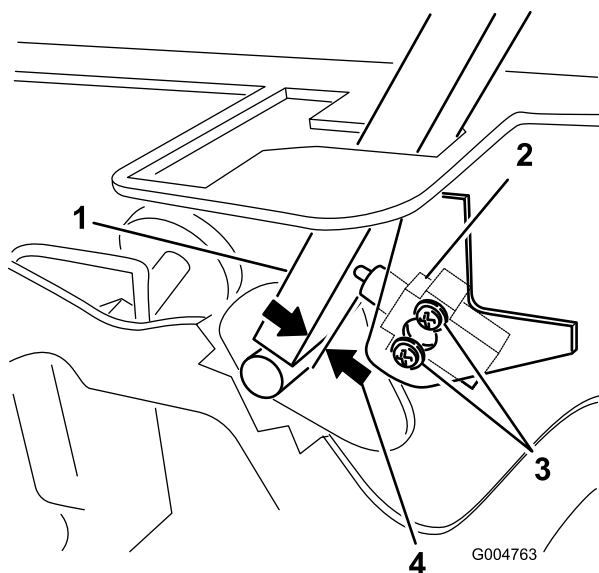

Figura 51
3. Allentate le due viti che fissano il microinterruttore di sicurezza (Figura 51).
4. Tenete la leva di controllo contro il telaio, spostate il microinterruttore verso la leva finché la distanza tra la leva ed il corpo del microinterruttore non è compresa tra 0,4 e 1 mm, come illustrato nella Figura 51.